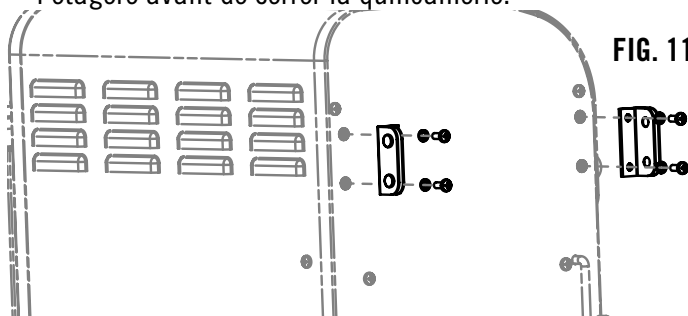

FIG. 11
1. Monter les deux supports de l'étagère avec les vis à tête ronde M6 x 12 mm et leurs rondelles frein 6 mm, comme indiqué à la Fig. 11. Vérifier la largeur des supports avec l'étagère avant de serrer la quincaillerie.